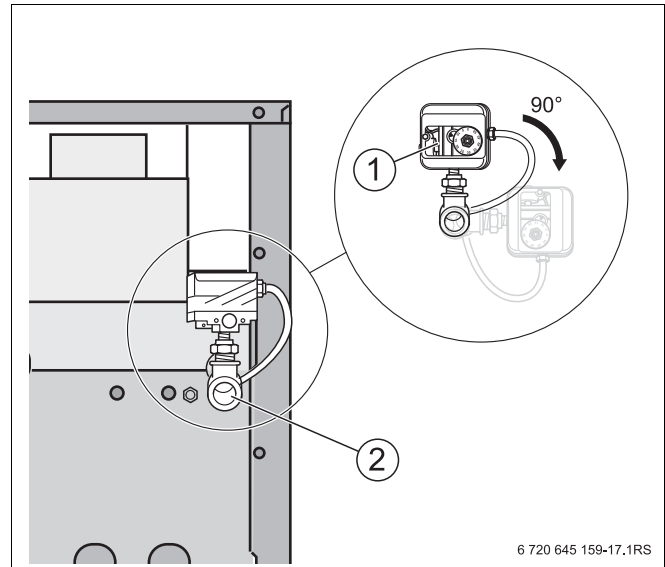

Рис. 23 Подключение газа
- Без натяжения подключить газопровод к газовому вводу котла (Рис. 23, **поз. 2**).
- Установить поставляемый прибор контроля давления газа (Рис. 23, **поз. 1**) непосредственно на штуцер отопительного котла для подключения газа (Рис. 23, **поз. 2**) вместе с переходником, который также входит в поставку. Прибор контроля давления газа должен при этом смотреть вверх или наружу.